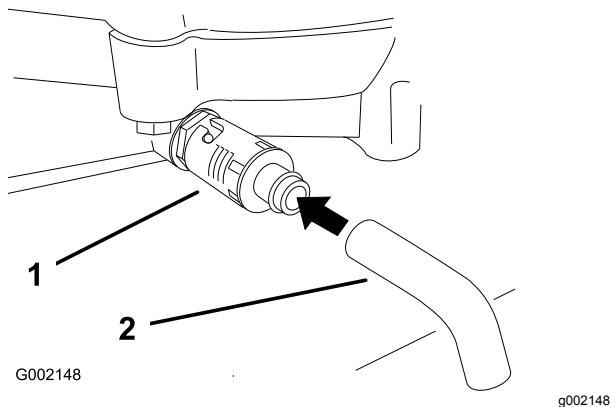

Bild 21
4. Stellen Sie eine Auffangwanne unter den Ablass. Drehen Sie das Ölablassventil und lassen Sie das Öl ablaufen (Bild 21).